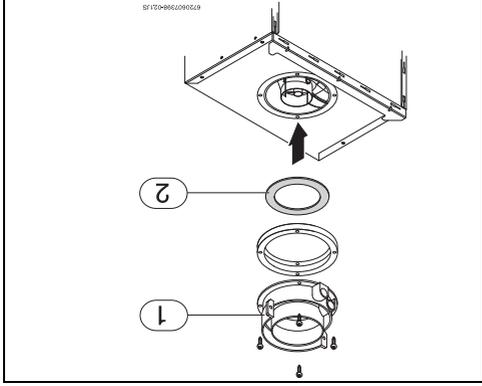

Рис. 5 Дросельна шайба
В залежності від умов інсталяції газувивідного трубопроводу, може використовуватись дросельна шайба (рис. 5), що закріплюється під газувивідний патрубок. Для нормального функціонування приладдя необхідно використовувати обмежувальну дросельну шайбу (див. таблицю 6 і 7).
- Викрутити гвинти, що кріплять газувивідний патрубок до колонки (рис. 5, елемент 1).
- Положити дросельну шайбу (рис. 5, елемент 2) між патрубком і колоною.
- Закріпити патрубок за допомогою чотирьох гвинтів (рис. 5, елемент 1).